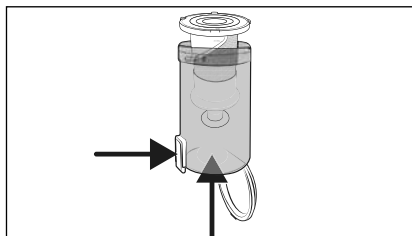

Fig. 20
- 3) Para retirar el filtro de acero inoxidable **6** del depósito de polvo **7**, pulse el botón de desencastre de la tapa del depósito de polvo **8**. Tras esto, retire el filtro de acero inoxidable **6** del depósito de polvo **7** deslizando desde abajo (consulte la fig. 20).